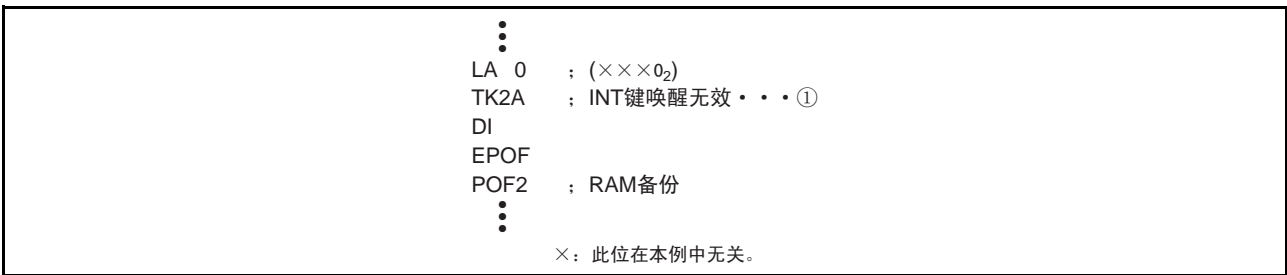

图 69 外部 0 中断程序例子 2
- 在禁止INT引脚输入时（寄存器I1₃= “0”），必须在转移到掉电模式前将INT引脚的键唤醒设定为无效（寄存器K2₀= “0”）（图69①）。